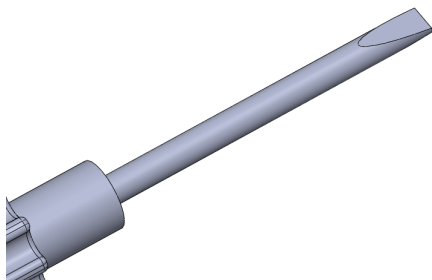

图 14-15 创建拉伸切除特征
(2) 退出草图绘制环境, 单击【拉伸切除】按钮, 选择新绘制的草图对象, 弹出【切除-拉伸】属性管理器, 设置【方向 1】和【方向 2】选项区中的【终止条件】均为【完全贯穿】选项, 单击【确定】按钮, 即可创建拉伸切除特征, 效果如图 14-15 所示。